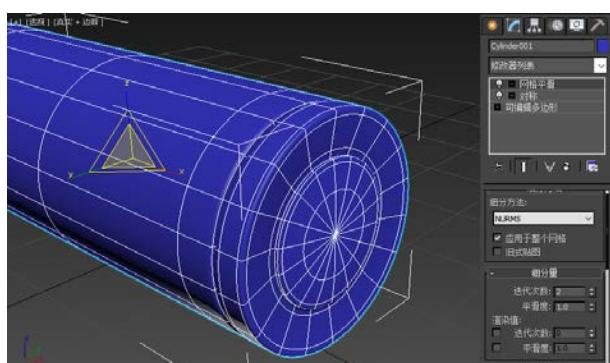

图 3-1-18 添加【网格平滑】修改器
**STEP 18** 给模型添加【网格平滑】修改器，设置【迭代次数】为【2】，如图 3-1-18 所示。